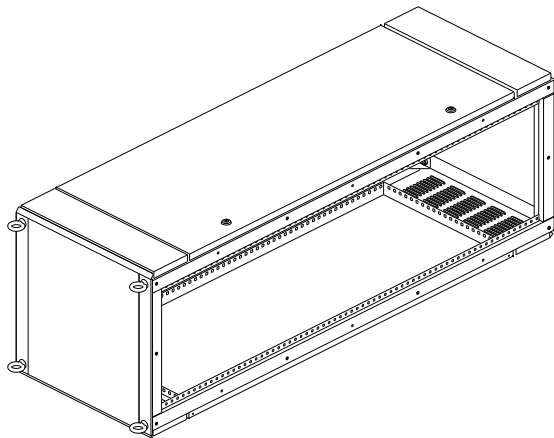

Рисунок 5
1.7 Установите крышу и нащельники с торца корпуса и закрепите их рым-болтами M12×25 крутящим моментом 36 Н·м (рисунок 5). Крышу корпуса шириной 800 мм дополнительно необходимо закрепить двумя винтами M5×16 крутящим моментом 3 Н·м (рисунок 5а).
Рисунок 5а